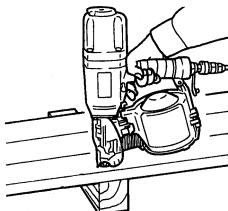

Fig. 7
- Prendete le precauzioni per salvaguardare la sicurezza delle persone nelle vicinanze delle operazioni. Si può appoggiare l'utensile su una superficie piana, come mostrato nella Fig. 7. Assicurarsi di non applicare la forza verso il basso sull'utensile fino al punto da innestare la leva.